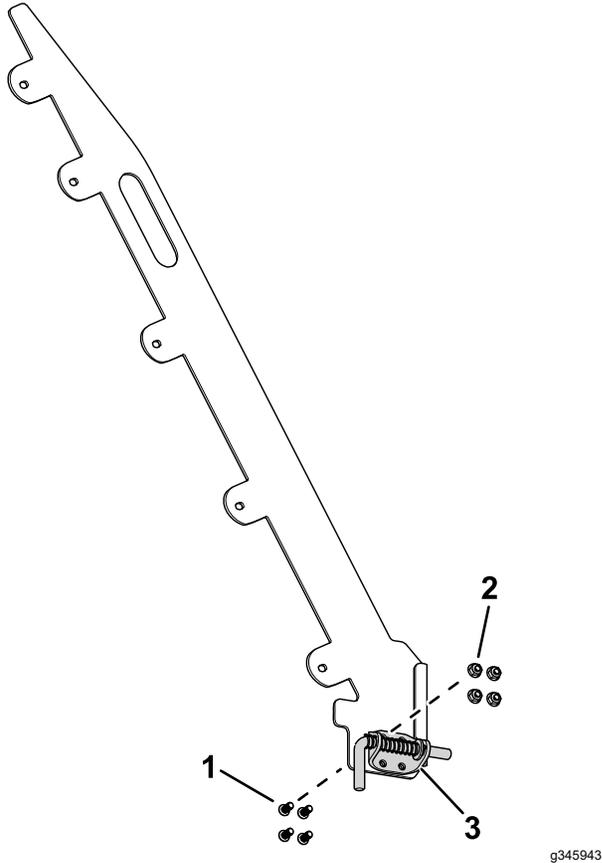

図 9
1. トルクスねじ4本とナット4個を使用して、ラッチピンブラケットをランプアセンブリのガイドプレートに固定する 図 9。